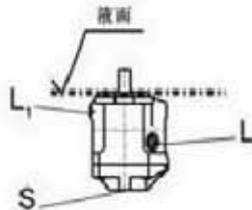

图1
a) 当油箱的最低液面和泵的安装法兰面同高或更高时，将“L”、“L₁”和“S”口打开；（如图1）。